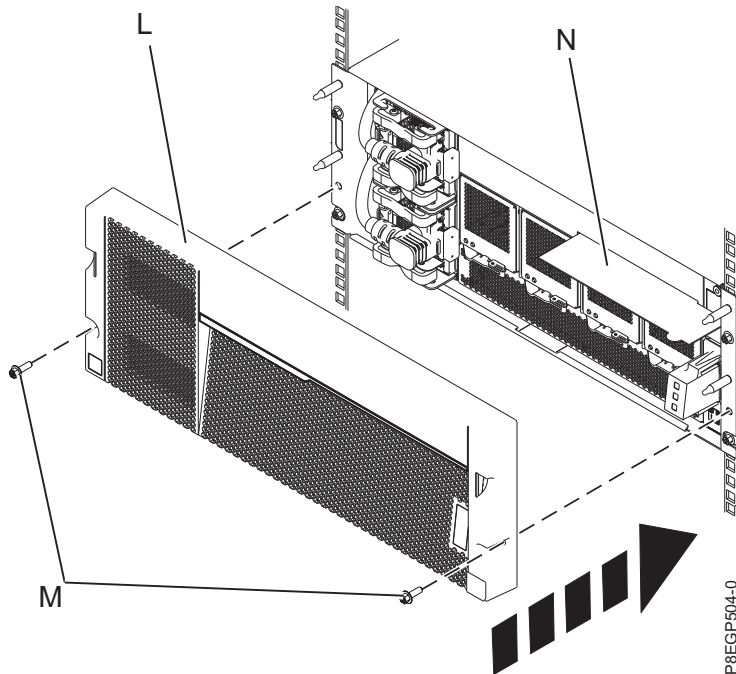

Abbildung 10. Abdeckung installieren und Serviceinformationskarte einlegen
7. Installieren Sie die Abdeckung (**L**) auf dem Einschub. Drücken Sie die Abdeckung in die richtige Position und befestigen Sie sie an der linken und der rechten Schiene mit zwei M5-Schrauben (**M**). Siehe Abb. 10.